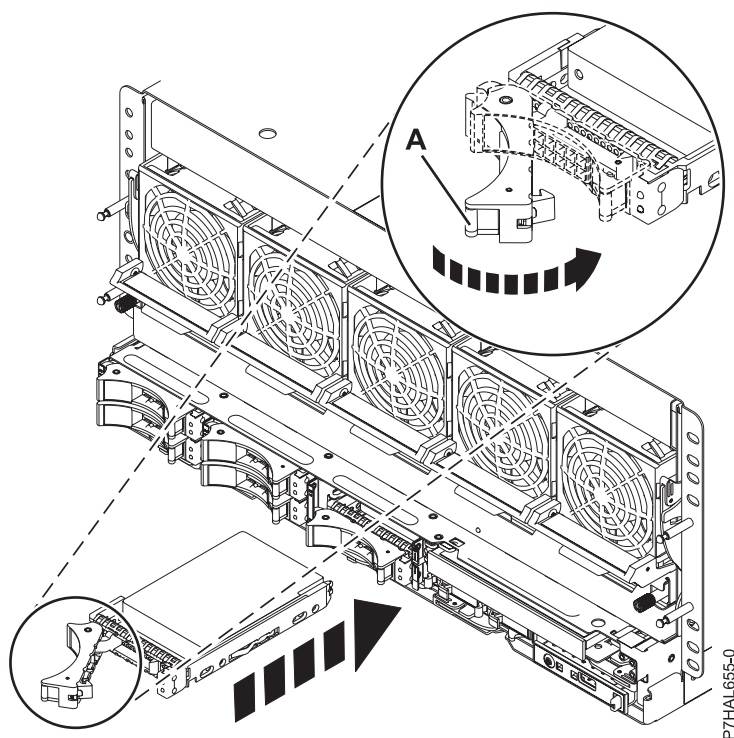

Figura 36. Sustitución de una unidad de disco en el sistema
7. Cuando el LED de identificación se encienda de manera fija, deslice la unidad de disco o la unidad de estado sólido hasta el fondo del sistema o de una unidad de expansión y empuje hacia adentro el asa de la unidad (A) hasta que quede encajada, como se muestra en Figura 36 en la página 62.